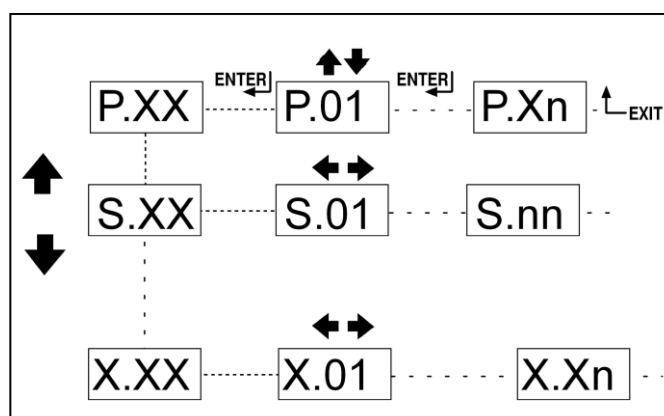

Fig. 2 - Navigazione tra le modalità
8.4.3 Navigazione tra le modalità (fig. 2)